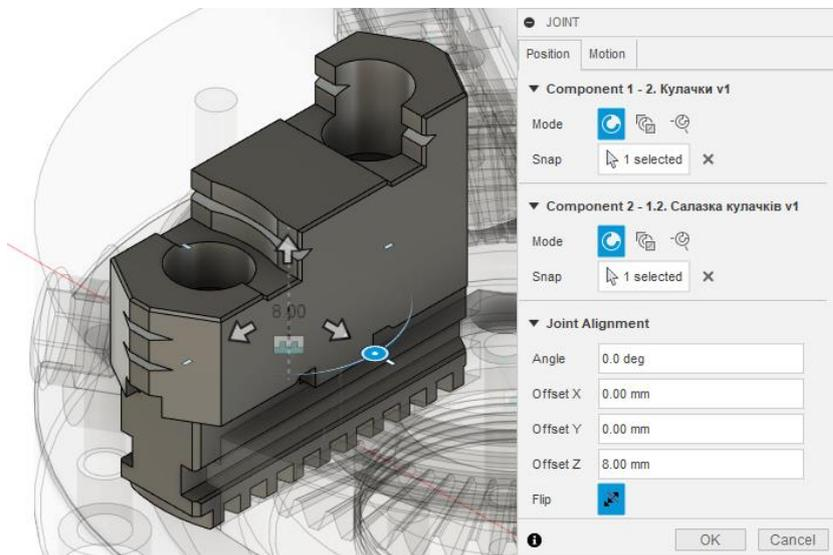

Рис.12.18. Визначення положення кулачків
8. Додайте до збірки три деталі під назвою «2. Кулачки» та визначить їх положення відносно салазок кулачків (приклад рис. 12.18). У вкладці «Motion» використайте налаштування «Rigid».